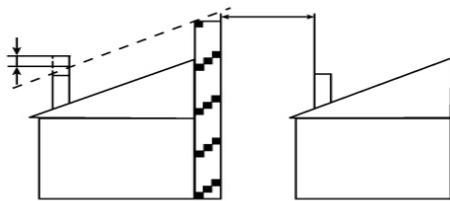

рис. 29.1
- 7.2. Высота оголовка канала должна быть выше зоны ветрового подпора. Наличие зоны ветрового подпора определяется индивидуально для каждого объекта, и в соответствии с рекомендациями, показанными на рис. 29.1 и 29.2. Высота от оголовка дымохода до крыши, всегда выше 1м.